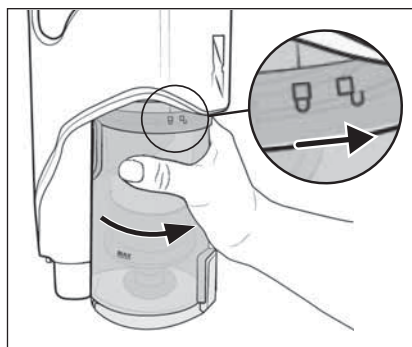

Fig. 25
- 8) Reinserire il contenitore di raccolta della polvere **7** nell'apparecchio e ruotarlo in direzione del simbolo  (chiudere) fino a quando non si innesta saldamente nell'apparecchio (vedere fig. 25).